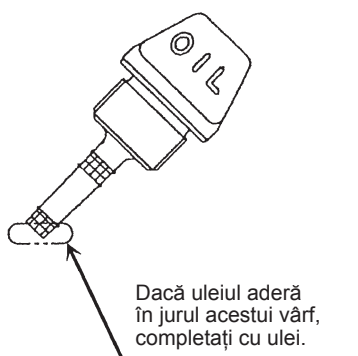
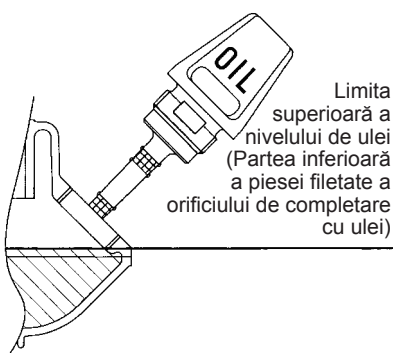

Fig. 1
Fig. 2
- În timp ce mențineți motorul drept, scoateți joja de ulei și verificați că uleiul se află între marcajele de limită superioară și inferioară. Când uleiul este puțin astfel încât joja de ulei atinge uleiul doar cu vârful, în special când joja de ulei rămâne introdusă în carter fără a fi înșurubată (Fig. 1), completați cu ulei nou până aproape de orificiu (Fig. 2).
(1) Țineți motorul drept, și scoateți joja de ulei.
(2) Completați cu ulei până la marginea orificiului de completare cu ulei. (Consultați Fig. 2).